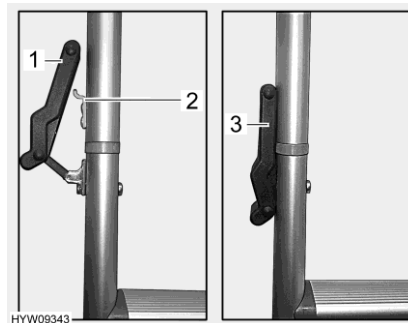

Fig. 57 Cierre (escalera de ascenso)
- En ambos lados, enganchar los sujetadores de goma (Fig. 57,1) en los ganchos (Fig. 57,2) y presionar hacia abajo. Asegurarse de que los sujetadores de goma (Fig. 57,3) estén en contacto firme con los largueros.
- Soltar los sujetadores de goma (Fig. 57,3).